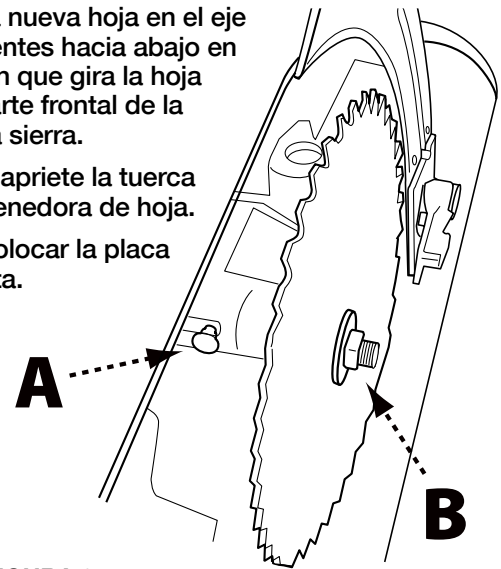

FIGURA 21
2. Presione y sostenga el botón de bloqueo del eje (A) que se muestra en la Figura 21.
3. Use la llave de eje incluida para quitar la tuerca y brida retenedora de hoja (B). Retire la hoja usada.